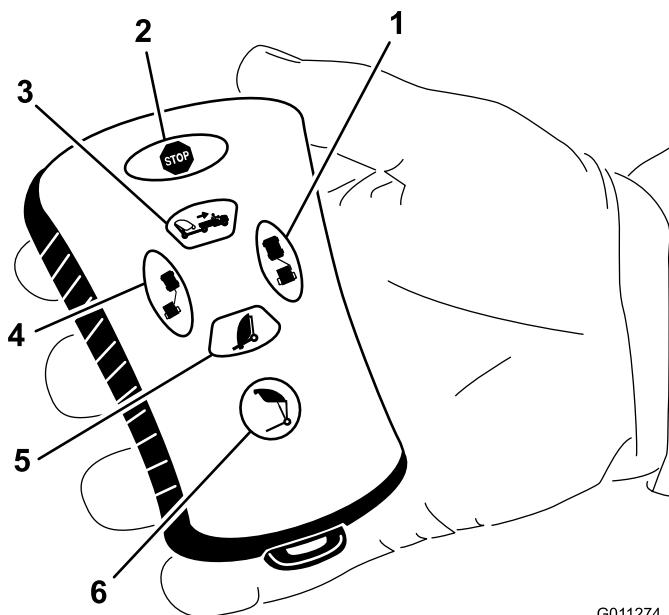

Figure 25
- Appuyez sur le bouton de vidage du bac (Figure 25).
- Appuyez ensuite sur le bouton de déport vers la gauche (Figure 25).
- Appuyez ensuite sur le bouton de déport vers la droite (Figure 25).
- Appuyez ensuite de façon continue sur le bouton de vidage du bac (Figure 25).
- Pour abaisser le bac, appuyez sur le bouton de descente du balai-ramasseur (Figure 25).